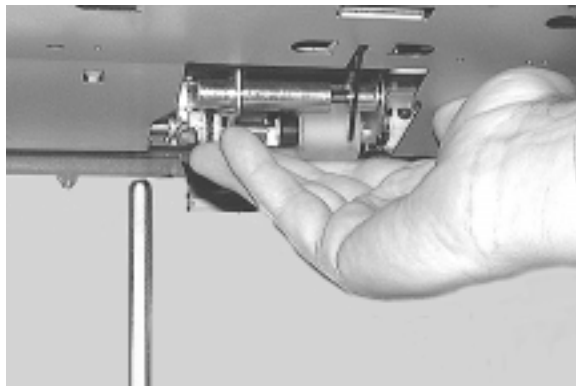

Abbildung 4-66 Halten der oberen Walzeneinheit
2. Wenn die obere Walzeneinheit an der richtigen Position sitzt, drücken Sie sie leicht nach oben und links. Auf diese Weise lassen sich die Schrauben leichter einsetzen. Siehe Abbildung 4-66.